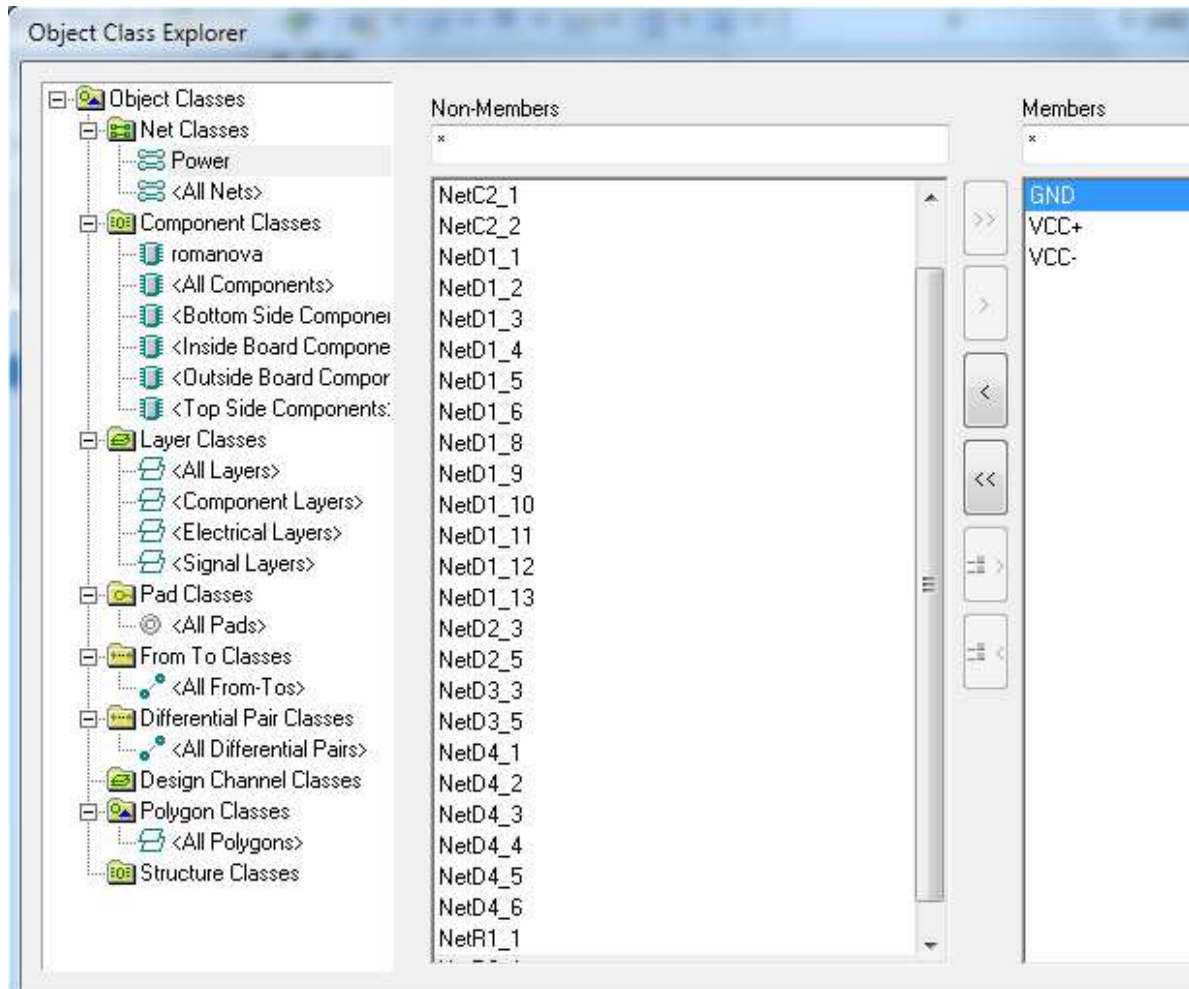

Рис. 118. Класс цепей Power
1. Создать класс цепей, выбрав Design>>Classes. В открывшемся окне выбрать категорию Net Classes. Нажать правую кнопку мыши, выбрать Add Class. Присвоить имя новому классу: Power. Включить в этот класс цепи: GND, VCC+, VCC- (выбирая цепь и нажимая кнопку >), см. Рис. 118.